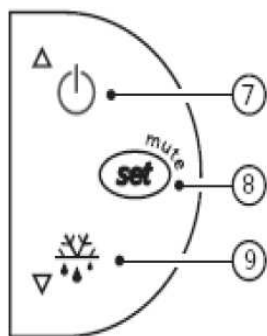

Fig. 1
- in scopul de a porni sau opri modul manual de dezghetare, apasati butonul / DEZGHETARE/⑨/ mai mult de 3 secunde (Fig 1)